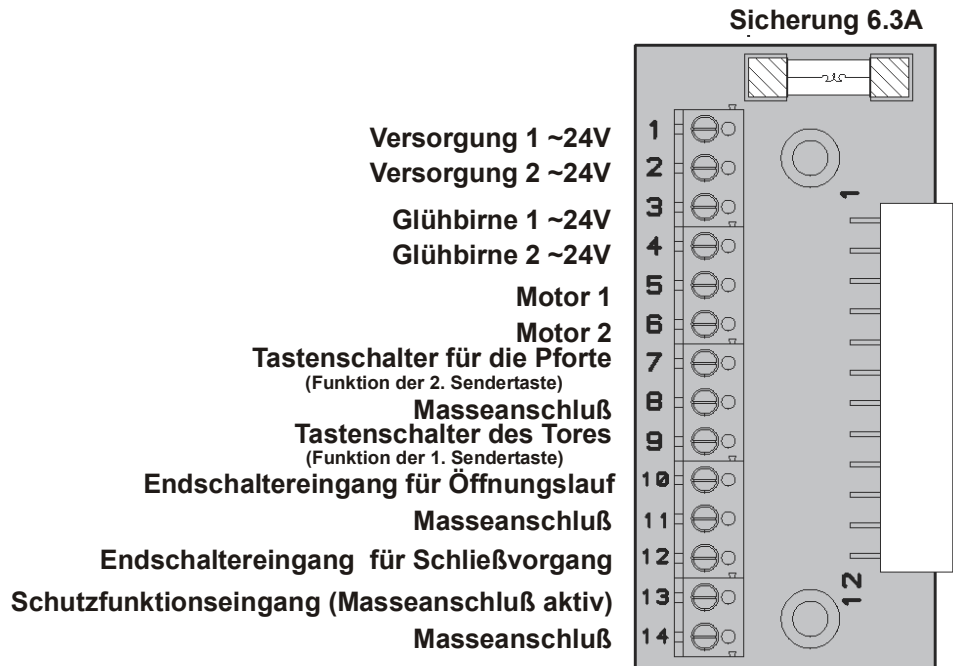

Bild1 – Kontaktleiste
Nach der Betätigung der Taste Nr. 1 des Senders oder nach der Betätigung des Tastenschalters (Nr.2), den Kontakten Nr. 9, 8 (Bild 1) angeschlossen, erfolgt das Öffnen des Tores.
Um das Tor zu schließen, soll man die beliebige Sendertaste oder eine beliebige Taste des Tastenschalters, an den Kontakten Nr. 9, 8 oder 7, 8 (Bild 1) angeschlossen, betätigen
Das teilweise Öffnen des Tores erfolgt nach der Betätigung der Taste Nr. 2 des Senders oder nach der Betätigung des Tastenschalters (Nr.1), der an den Kontakten 7, 8 (Bild 1) angeschlossen wird.
Um das Tor zu schließen, soll man erneut die Taste Nr. 2 des Senders oder einen der Tastenschalter (Nr. 1 oder Nr. 2), den Kontakten 7, 8 oder 9, 8 angeschlossen (Bild 1) betätigen.
- Die Kontaktleiste (Bild 1) an den Motor so zu verschrauben, dass die Schraubenverbindung unten liegt.